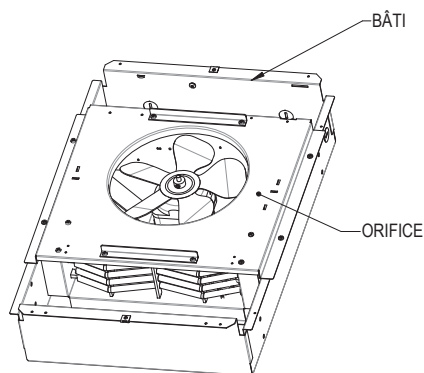
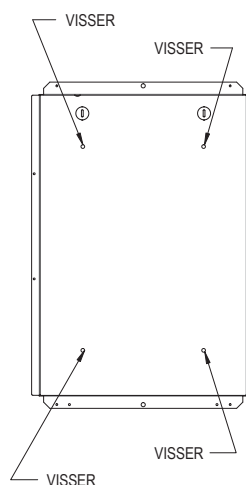
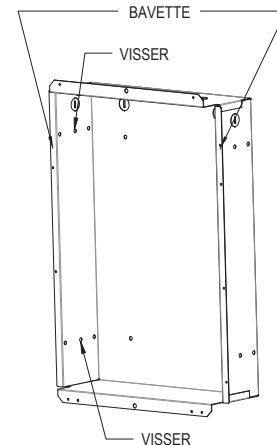

FIG. 5
FIG. 6
FIG. 7
3. Enlevez l'orifice du bâti (voir la figure 5) en dévissant les quatre (4) vis.
4. Percez l'entrée défonçable (KO) qui sera utilisée, puis insérez-y le fil d'alimentation muni d'un connecteur.
5. Appuyez le bâti contre le mur, mettez-le à niveau, puis vissez les quatre (4) vis à bois (non fournies) dans les trous prévus à cet effet (voir la figure 6).
6. Remettez l'orifice en place, faites les raccordements électriques requis, insérez le manchon dans la grille, puis revissez les quatre (4) vis retirées précédemment (voir la figure 5).
5. Insérez le bâti dans l'ouverture, en appuyant la bavette contre le mur. Vissez deux (2) vis à bois (non fournies) dans le montant de gauche et deux (2) autres vis à bois (non fournies) dans le montant de droite, dans les trous prévus à cet effet (voir la figure 7).